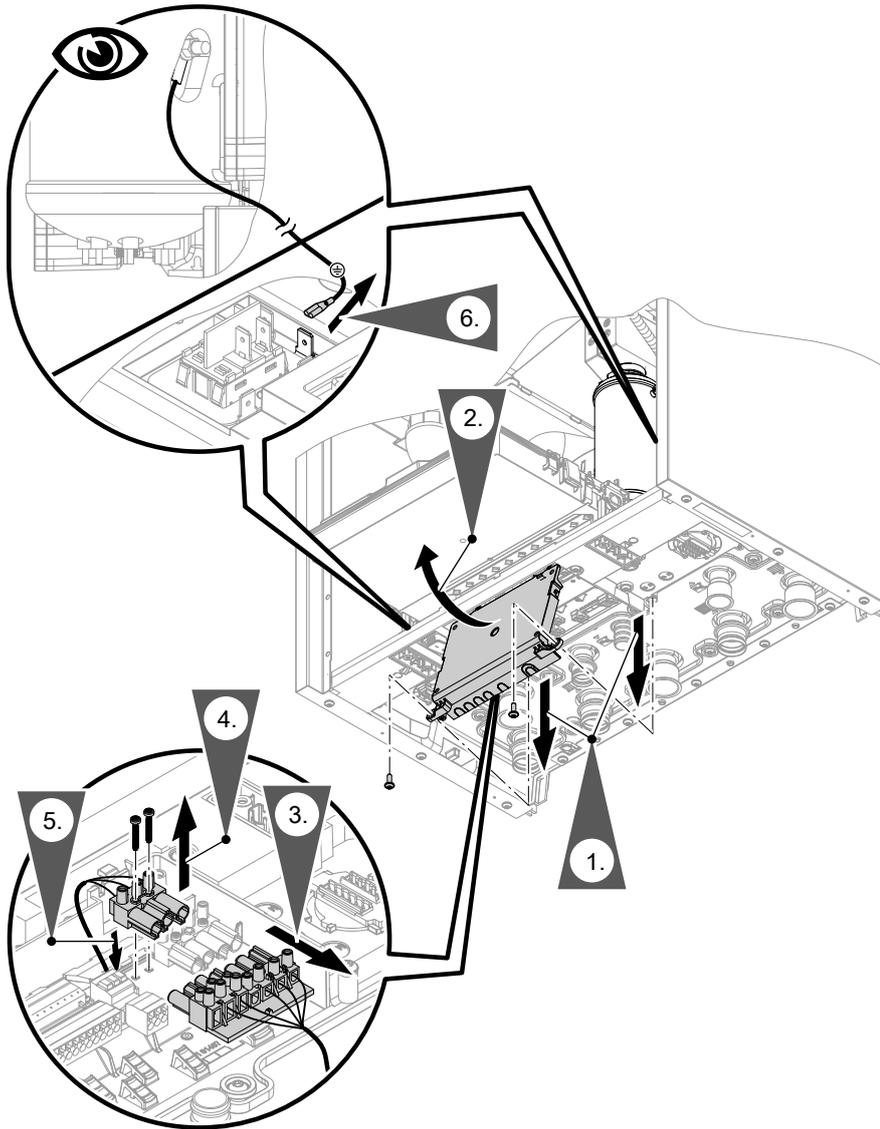
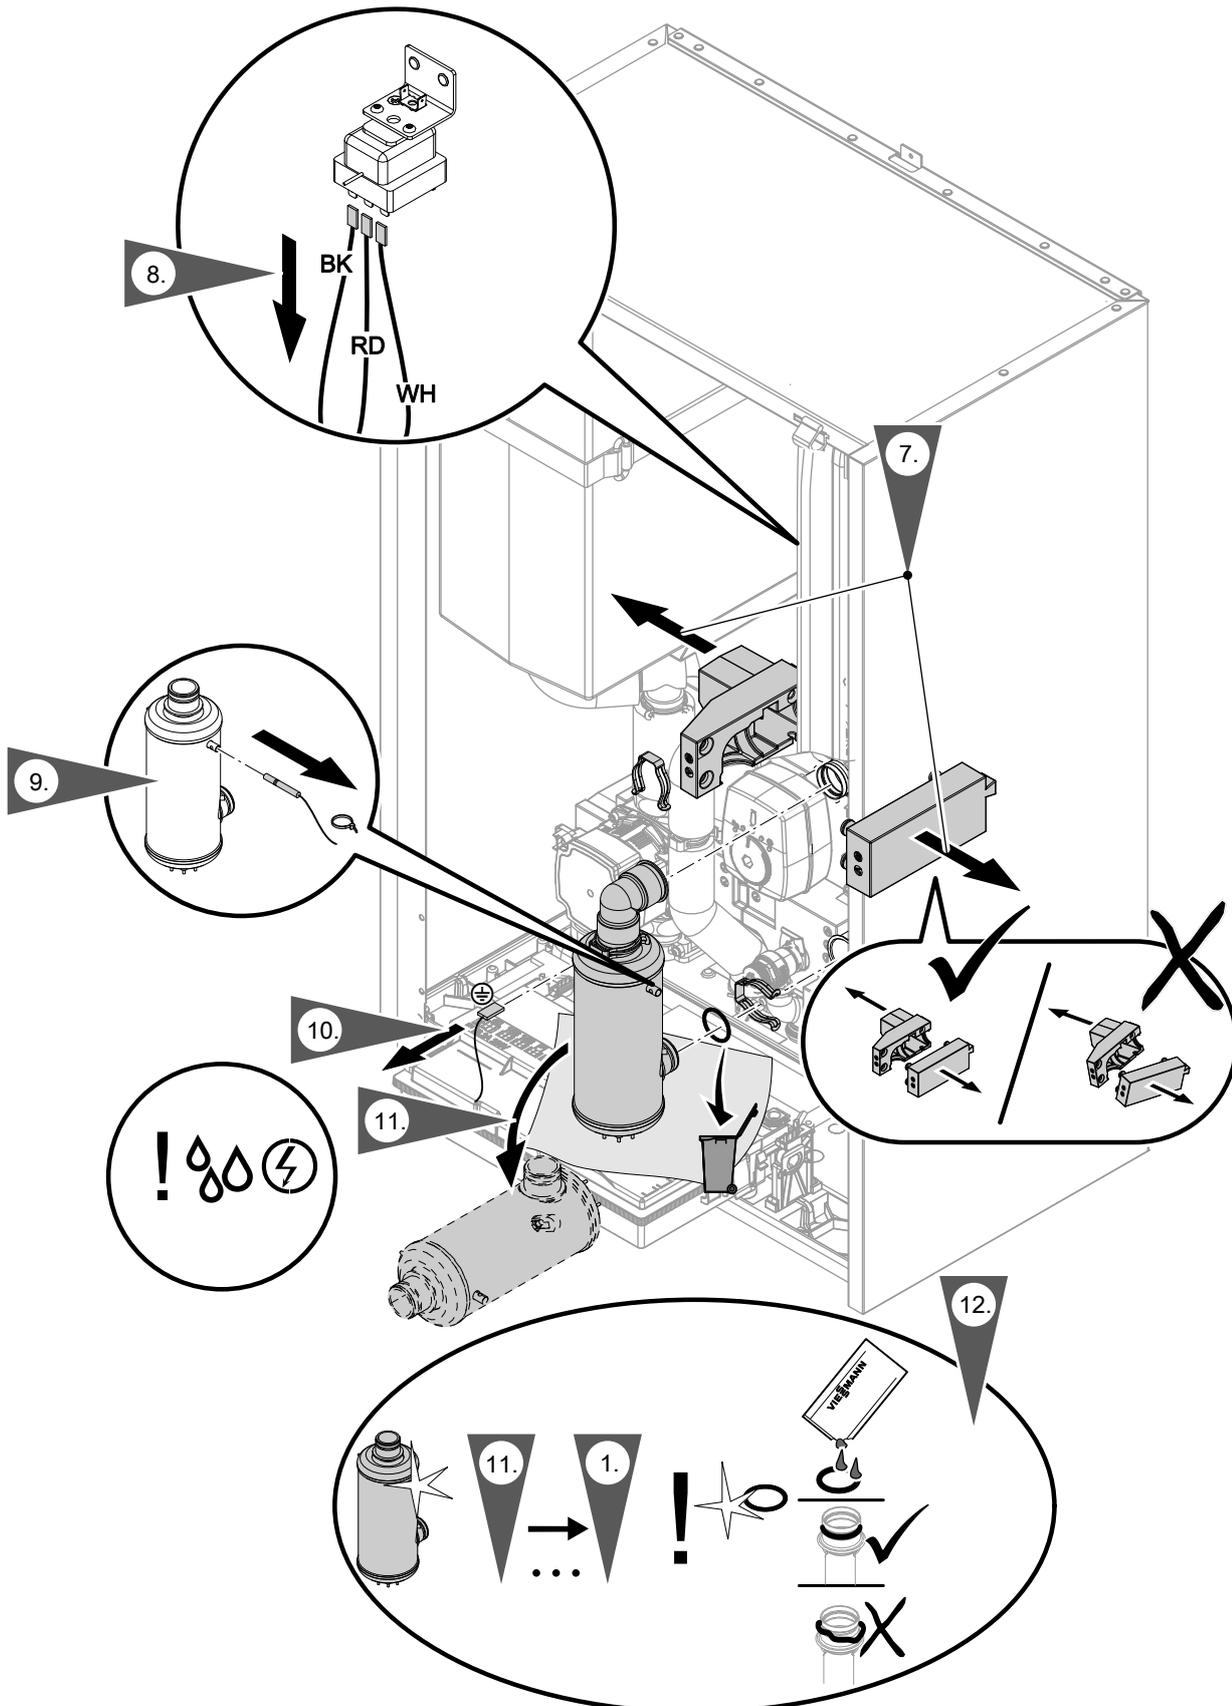

Abb. 104
Abb. 105 Farbkenzeichnung der am Sicherheitstemperaturbegrenzer angeschlossenen Adern beachten (gemäß IEC 60757):
- Anschlüsse Heizwasser-Durchlauferhitzer: Stecker der Netzanschlussleitung: Siehe Kapitel „Netzanschluss Heizwasser-Durchlauferhitzer“ und Abb. 104. Temperatursensor am Heizwasser-Durchlauferhitzer und elektrische Leitungen am Sicherheitstemperaturbegrenzer: Siehe Abb. 105.